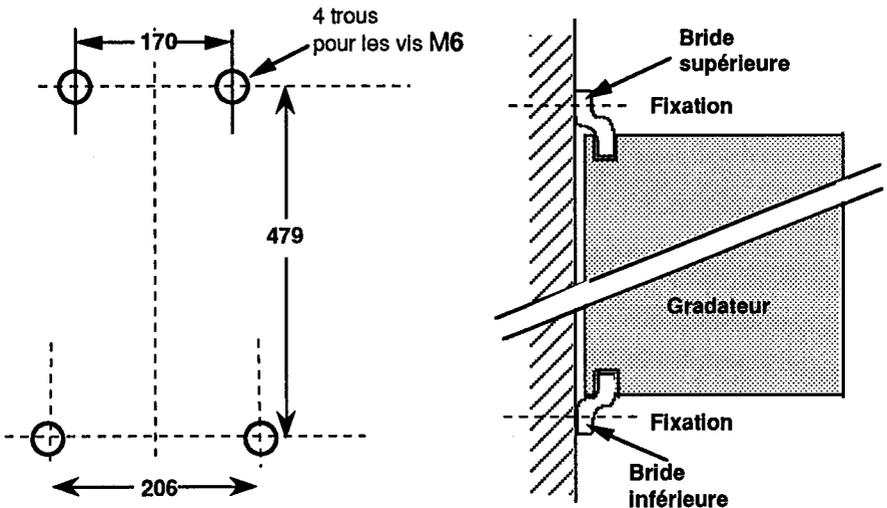

Figure 2.6. Cotes de perçage et position des brides
- Fixer les deux brides sur le panneau par 4 vis M6 en respectant les cotes de perçage et la position des brides (fig. 2.6).